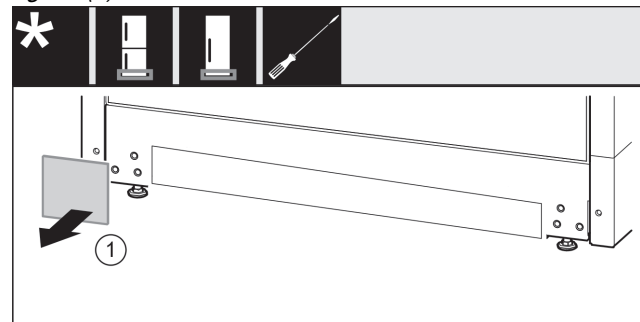

Fig. 24
- ▶ Afdekking verwijderen. Fig. 24 (1)